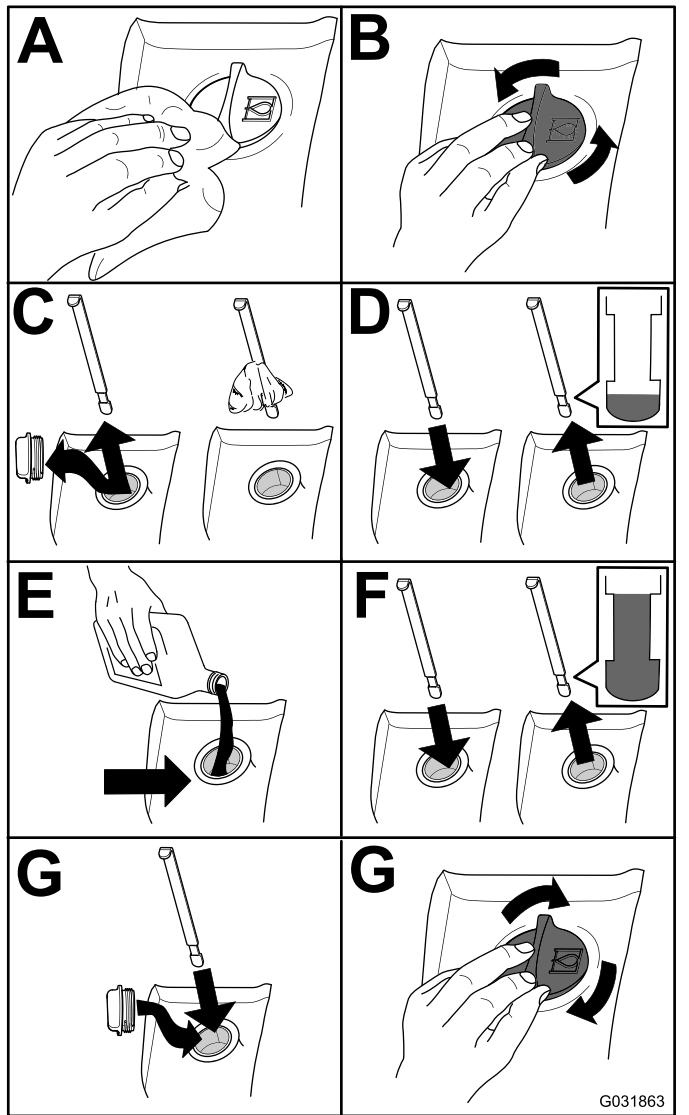

Figura 116
- Controllare il livello del fluido idraulico (Figura 116).